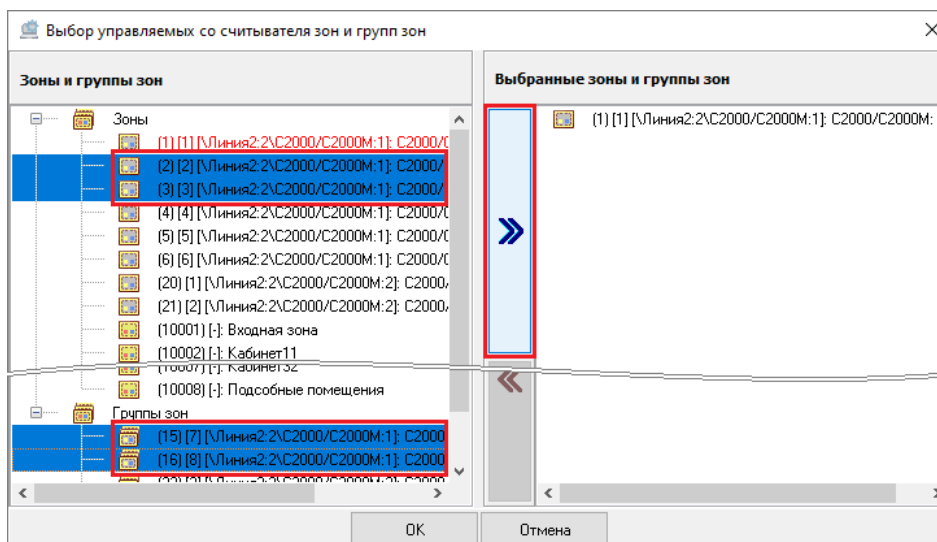

Рисунок 6-404 Выбор нескольких зон и групп зон в качестве управляемых со считывателя кнопкой переноса
- выделите одну или несколько зон/групп зон в поле «Зоны и группы зон» (для выделения сразу нескольких зон/групп зон нажмите на клавиатуре и удерживайте клавишу <Shift> для выбора диапазона или клавишу <Ctrl> для комбинированного выбора) и нажмите кнопку переноса  (см. Рисунок 6-404);